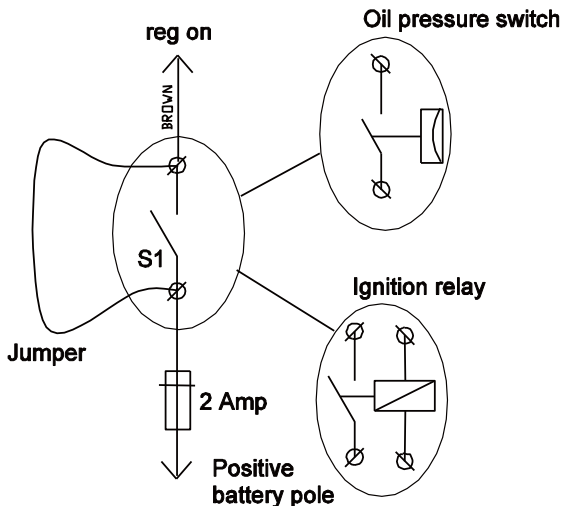

Abbildung 14: Überbrückung bei Schalter S1
- 2 Setzen Sie die [Reg on]-Klemme unter Strom, indem Sie entweder den Zündschalter einschalten (MOTOR NICHT STARTEN) oder eine Überbrückung über den Schalter S1 legen (siehe Abbildung 14). Prüfen Sie, ob die 3 gelben LEDs zu blinken beginnen. Nach ca. 10 Sekunden leuchtet die gelbe Bulk-LED.